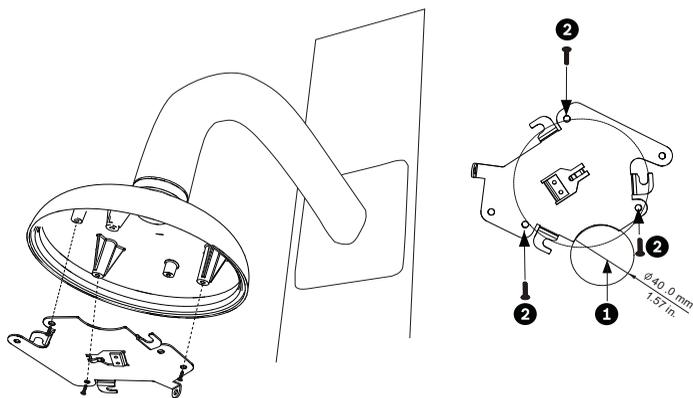

Figure 5.4 Fixation de la platine à la calotte du dôme
- Faites passer les câbles sur le côté de la platine de fixation avec la découpe en croissant (réf. n°2 *Figure 5.4*).